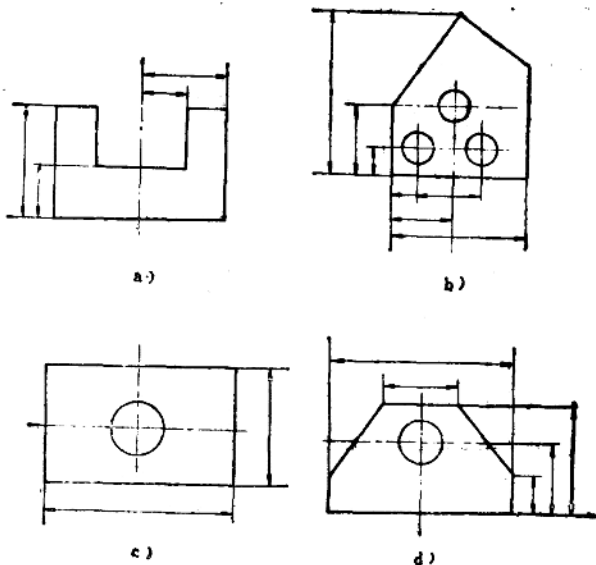

图 2
2. 图2 a 零件的画线基准是_____，图2 b 零件的画线基准是_____，图2 c 零件的画线基准是_____；图2 d 零件的画线基准是_____。